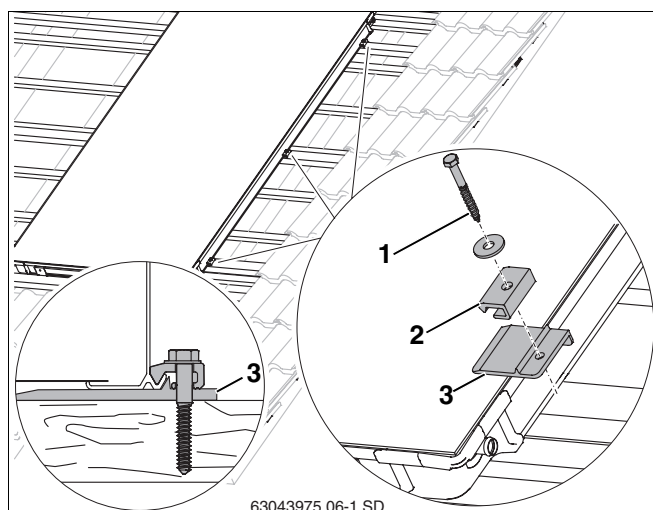

Fig. 25 Poser et visser le premier capteur
- Soulever le capteur légèrement et glisser les supports droits (fig. 25, **pos. 3**) sur les 2ème et 3ème lattes supplémentaires ainsi qu'au milieu du capteur sur une latte existante sous le capteur de manière à ce que le rehaussement pousse contre le bord du capteur.
- Pour la vis (fig. 25, **pos. 1**) il faut prépercer avec une mèche de 4 mm.
- Fixer les serre-flancs unilatéraux (fig. 25, **pos. 2**) avec une vis 6x40 (fig. 25, **pos. 1**) et une rondelle plate (utiliser une clé SW 10).